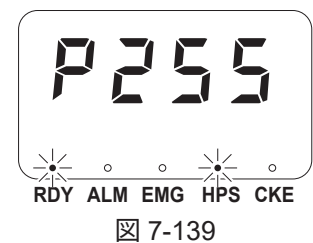

図 7-139
- ① テーブルトップ型ロボット (IAI 社製 TTA-A4 シリーズ) 電源を ON にした後に「ORIGIN」ボタンを押します。各軸が原点へ移動します。
- ② 原点復帰が完了するとテーブルトップ型ロボット (IAI 社製 TTA-A4 シリーズ) のパネルウィンドウは図 7-139 の通りになります。